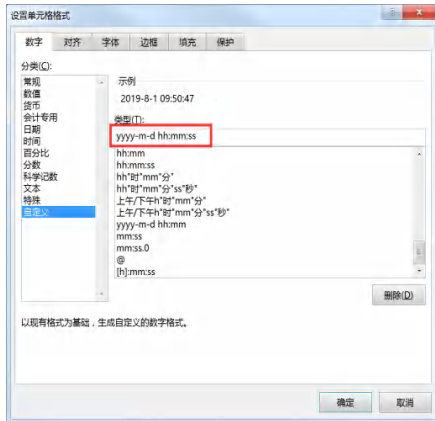

图7-1-5 自定义时间格式
1. 需要将时间字段TIME修改格式,选中时间行列,鼠标右击选择“设置单元格格式”,在打开的设置单元格格式窗口左侧选择“自定义”,在红色框中请输入:yyyy-m-d hh:mm:ss。如图7-1-5所示。